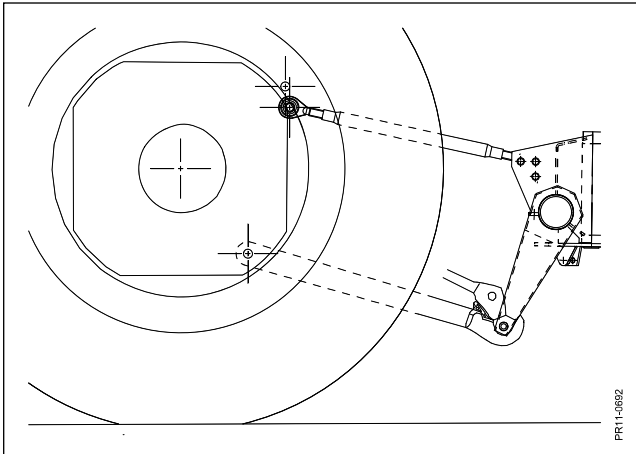

Fig. 1
- FIG. 1** Rotorslättermaskinen är upphängd i traktorns 3-punktslyft. Den lyfts upp och sänks ner med hjälp av denna. Toppstången monteras, så långt som detta är möjligt, parallellt med lyftarmarna, för att undvika att lutningsvinkeln ändras då maskinen lyfts upp med traktorns 3-punktslyft.